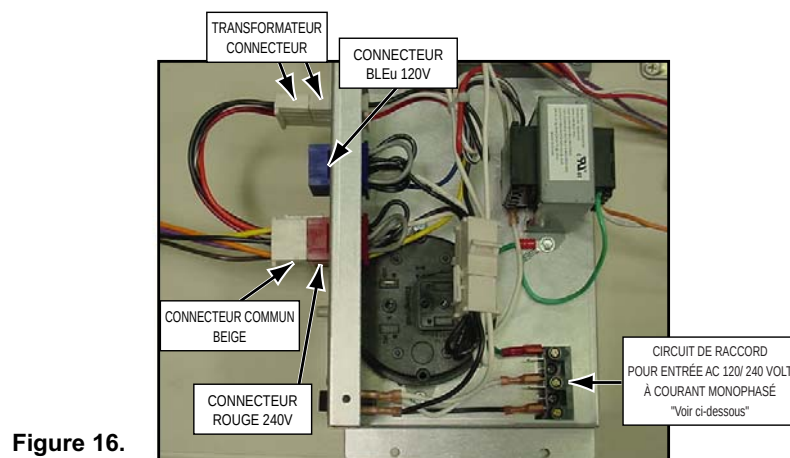

Figure 16.
- Le chauffage MiniMax NT est pré-câblé pour une connexion AC de 240 volt en utilisant le connecteur "ROUGE" et le connecteur commun "BEIGE"; voir Figure 16 ci-dessous. Pour une alimentation à 120 volt AC, retirez le connecteur commun « BEIGE » et branchez-le au connecteur commun « BLEU ».
Vous pouvez avoir besoin d'ouvrir la jacket (panneau supérieur) pour l'entretien du terminal de circuits comme le montrent les figures 16 et 17 (voir l'item 40 dans la vue éclatée).